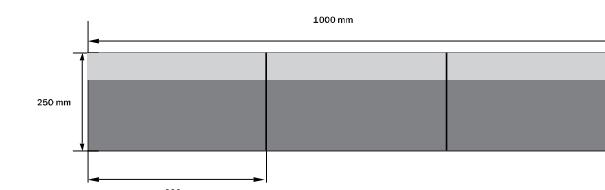

Рис. 2 Карнизная и коньковая черепица RUFLEX
2.2.4. Карнизная и коньковая черепица RUFLEX по составу аналогична рядовой кровельной черепице RUFLEX, только другой формы нарезки с покрытием морозостойким самоклеющимся слоем не менее 70 % (рис. 2).